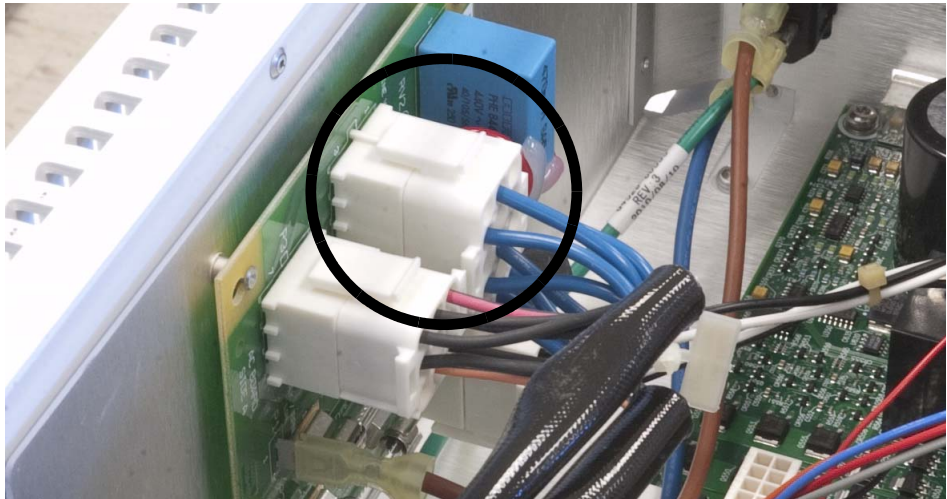

Figura 2 Instalación del enchufe de configuración
- 3 Instale el enchufe de configuración suministrado (Figura 2).